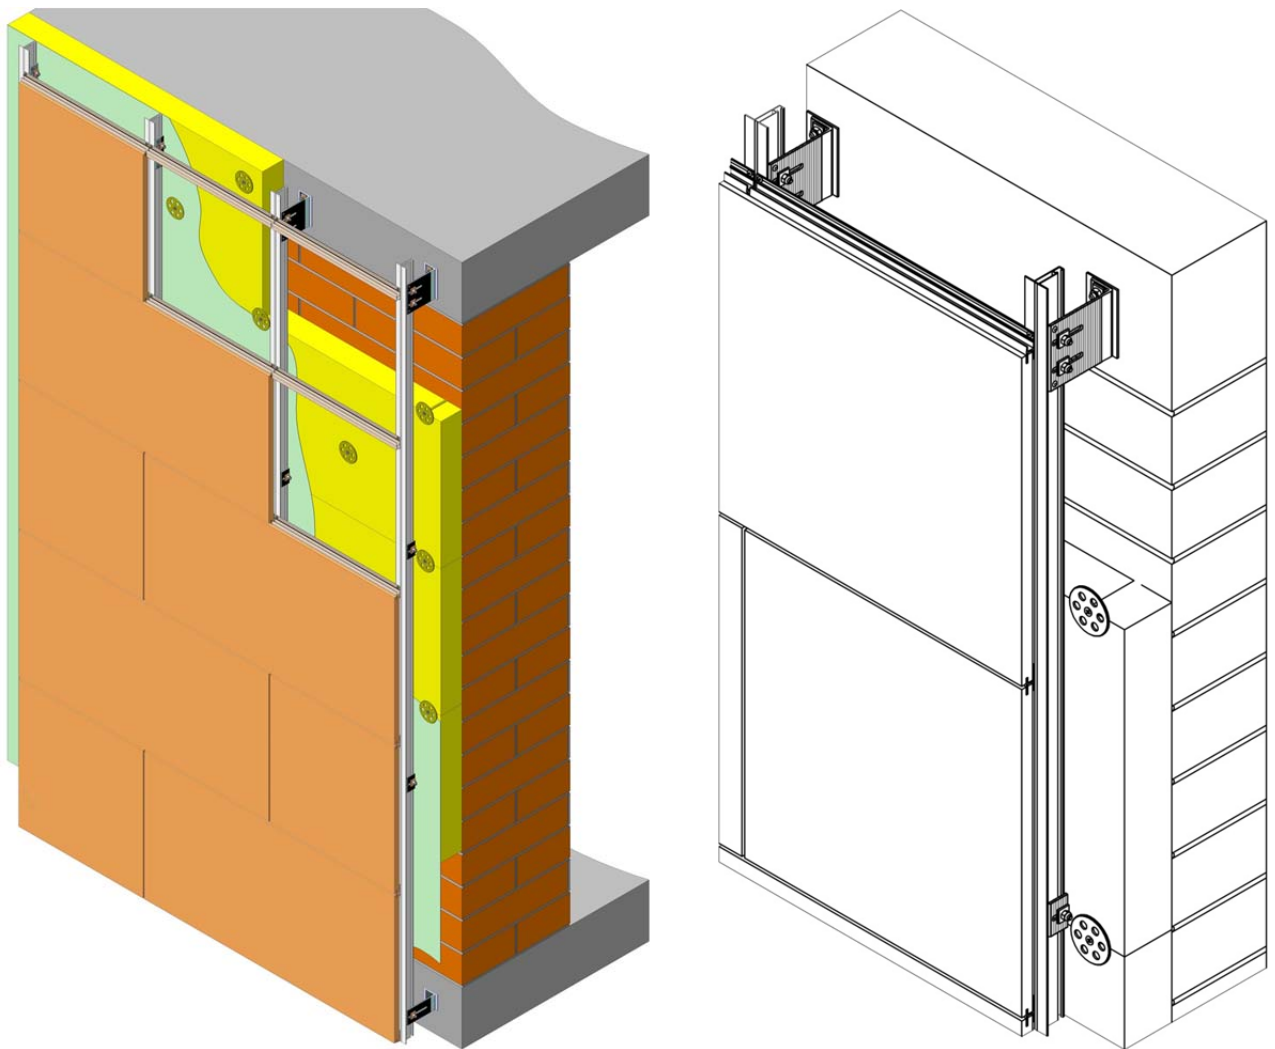

Рис.2 Система СФТО-Г1-40.41 – стандартная
1. **Стандартная - СФТО-Г1-40.41** - Система для **невидимого** закрепления навесных плит (из гранита, камня и т.п.) **кляммер-ригелями** через **стандартные** стойки и **Г-подобные** кронштейны на стенах и плитах перекрытия здания (см. рис. 2).
Системы стандартная **СФТО-Г1-40.41** применяется при наличии между плитами перекрытия **основы или стены**, которая обеспечивает достаточное закрепление как несущих так и опорных кронштейнов металлоконструкции фасада (см. рис.2).